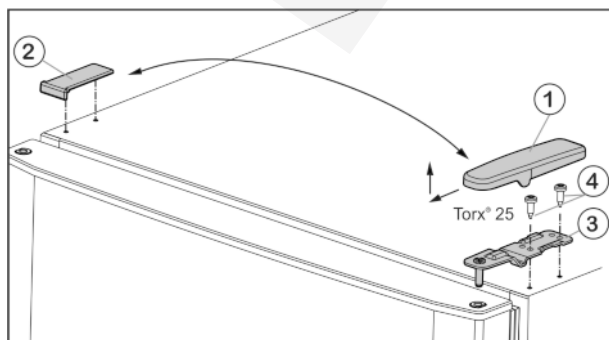
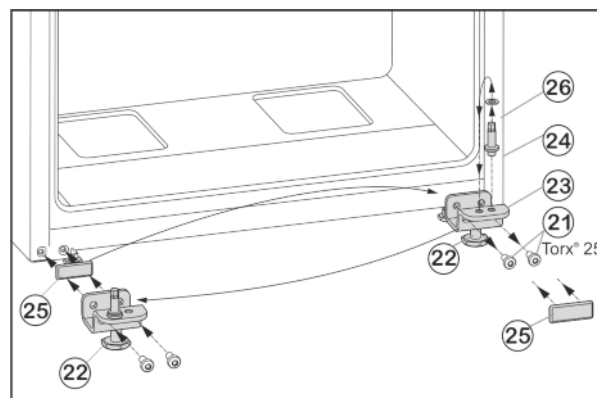

Fig. 5
Fig. 7
- ▶ Előre és felfele húzza le a fedelet Fig. 5 (1).
- ▶ Emelje le a fedelet Fig. 5 (2).
- ▶ Csavarozza le az Fig. 5 (3) felső csapágybakját (2 x Torx® 25, Fig. 5 (4)), és felfele húzza le.
- ▶ Tekerje le a rögzítőcsavarokat Fig. 7 (21).
- ▶ Vegye le a teljes alsó csapágybakot Fig. 7 (23) a csap-szeggel Fig. 7 (24), az alátétet Fig. 7 (26) és a beállító lábbal Fig. 7 (22).
- ▶ Csavarozza le a teljes csapágybakot Fig. 7 (24) az alátétet Fig. 7 (26), helyezze át a csapágybak túloldali felvő furatába, és csavarozza vissza.
- ▶ Óvatosan vegye le a fedőlemezt Fig. 7 (25), és helyezze át az ellenkező oldalra.
- ▶ A teljes alsó csapágybakot *Fig. 7 (23)* a csapszeggel *Fig. 7 (24)*, az alátéttel *Fig. 7 (26)* és a beállító lábbal *Fig. 7 (22)* a csuklópánt új oldalán **erősen (4 Nm-es nyomatékkal)** csavarozza vissza, adott esetben egy akkus csavarhúzó használatával.
- ▶ Az alsó ajtót felülről helyezze a csapszegre *Fig. 7 (24)*.
- ▶ A középső csapágybakot (13) 180°-kal elfordítva csavarozza be az alsó ajtóba rögzítőcsavarokkal (11) (2 db Torx® 25) **erősen (4 Nm-es nyomatékkal)** az új csuklópánt oldalára.
- ▶ Helyezze vissza a műanyag alátéteket (10).
- ▶ A felső ajtót helyezze a középső csapágybakra (13).
- ▶ A felső csapágybakot *Fig. 5 (3)* helyezze a csuklópánt új oldalán az ajtóba.
- ▶ A felső csapágybakot **erősen (4 Nm-es nyomatékkal)** csavarozza fel – (2 db Torx® 25) *Fig. 5 (4)*. Adott esetben használjon akkus csavarhúzót.
- ▶ A fedelet *Fig. 5 (1)* kívülről helyezze fel az ellenkező oldalra és pattintsa be.
- ▶ A fedelet *Fig. 5 (2)* mindig felülről helyezze fel az ellenkező oldalra és pattintsa be.
- ▶ Tekerje ki az állítólábat *Fig. 7 (22)* az alsó csapágybakból *Fig. 7 (23)*, míg hozzá nem ér a talajhoz.